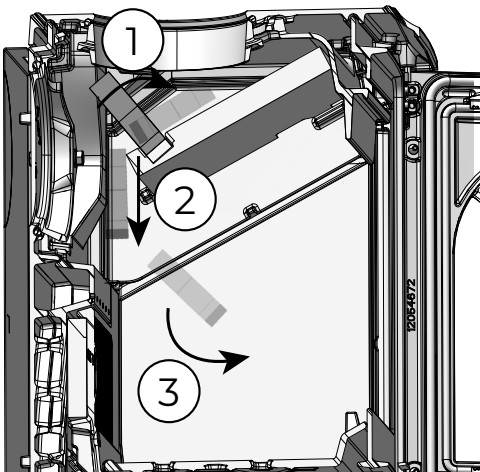

Fig. 7.4
2	Inclinare in avanti il deflettore superiore (A) e sfilarlo posteriormente (Fig. 7.4)